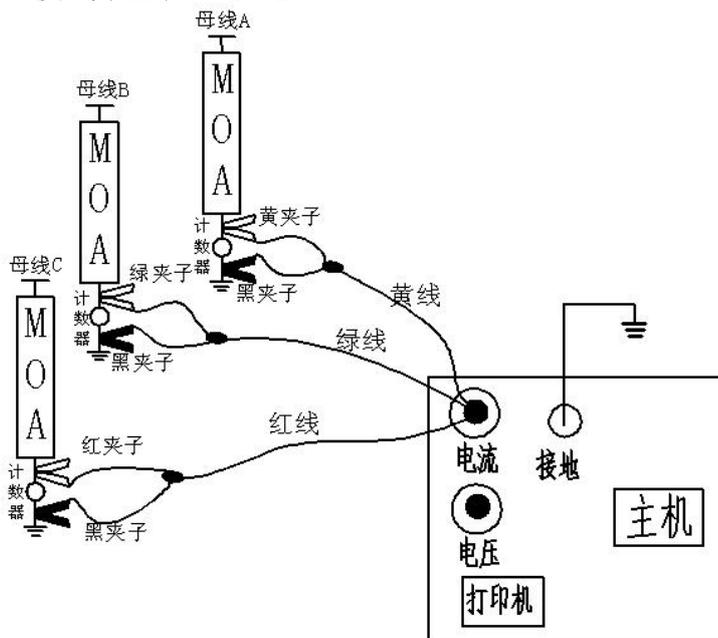

图 10 无 PT 接线示意图
4、无 PT 接线示意图（参见图 10）
在图 3 界面，按“选择或返回键”移动“选择块”选择“系统设置”功能按钮后，再按“确认键”进入系统设置界面，如图 10；